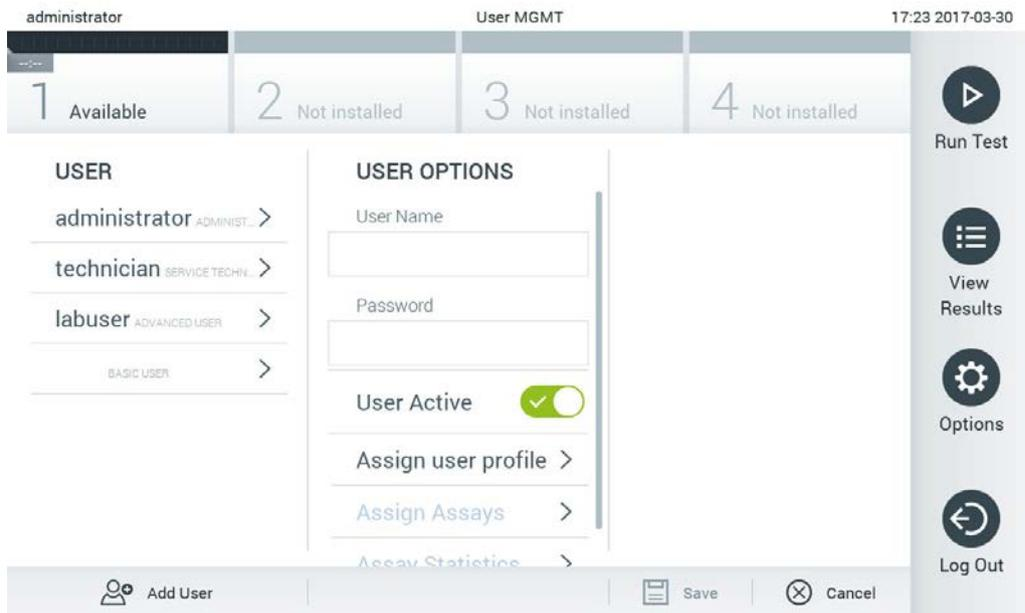

Abbildung 57: Hinzufügen eines neuen Benutzers
1. Drücken Sie auf die Schaltfläche Options (Optionen) und dann auf die Schaltfläche User Management (Benutzerverwaltung), um Benutzer zu konfigurieren. Im Inhaltsbereich der Anzeige wird der Bildschirm User Management (Benutzerverwaltung) angezeigt (Abbildung 57).